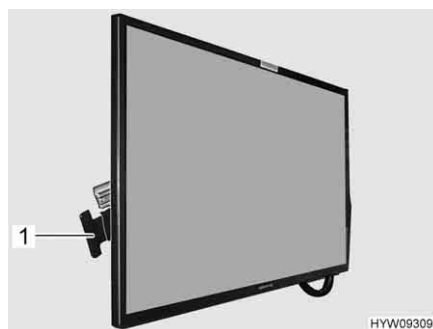

Fig. 69 Schermo piatto (scorrevole lateralmente)
- Premere e tenere premuta la maniglia (Fig. 69,1) in direzione dello schermo piatto. Lo schermo piatto è sbloccato.